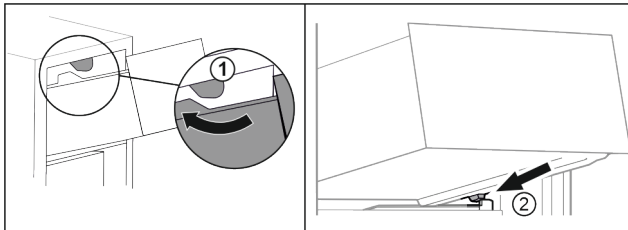

Fig. 16
- ▶ Avvicinare il cassetto ai fermi superiori Fig. 16 (1).
- ▶ Applicare il cassetto in modo inclinato dietro i fermi inferiori sulla nervatura del contenitore Fig. 16 (2).